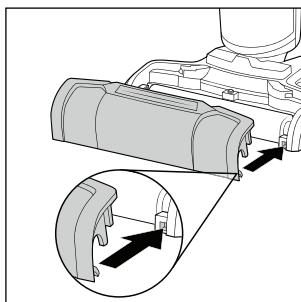

Fig. 41
- ◆ Remettez la protection antiprojections **7** en place en commençant par l'aligner avec les supports de la tête de nettoyage **3** (voir fig. 41).